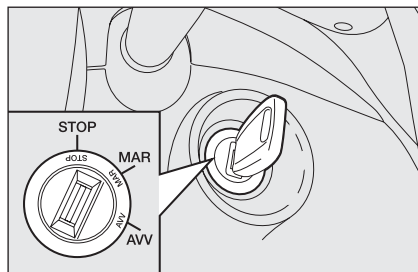

fig. 10
**BLOCCASTERZO fig. 10****Inserimento**